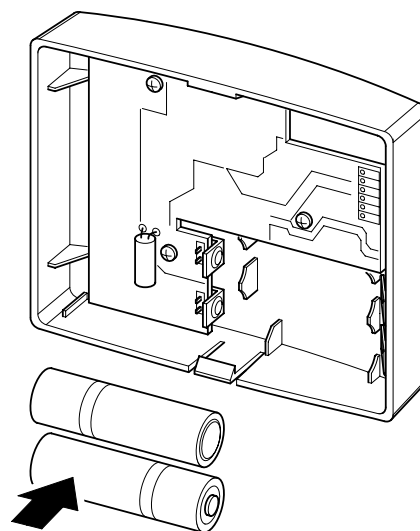

Fig. 6
4) Inserire le 2 batterie tipo AA da 1.5V (fornite in dotazione) (Fig. 6).
4) Insert the 2 AA 1.5V batteries (supplied) (Fig. 6).